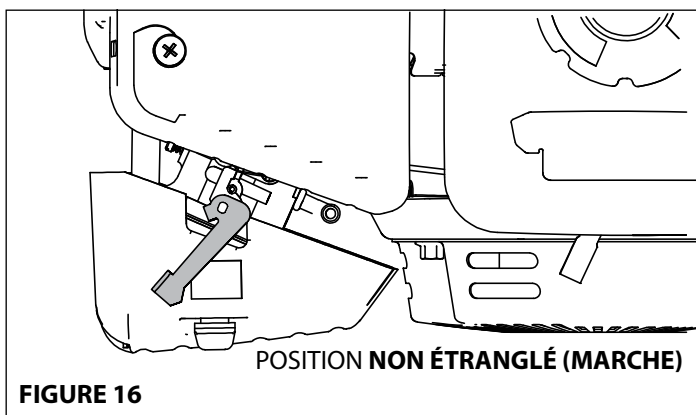

FIGURE 16
7. Après avoir démarré le moteur, amener lentement le levier du volet de départ en position **MARCHÉ**. **VOIR FIGURE 16.**